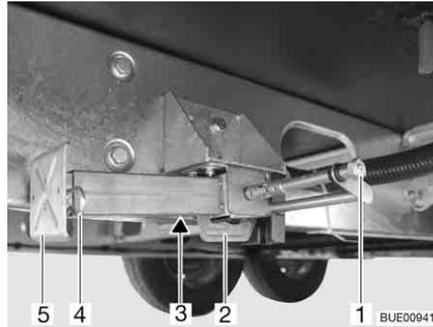

Fig. 34 Apoio de elevação
- Encaixe a chave de caixa na peça sextavada (Fig. 34,1) e gire, até o apoio de elevação ficar verticalmente voltado para baixo.
- Quando o apoio de elevação é de comprimento ajustável, puxe o contrapino (Fig. 34,4) para fora da peça de prolongamento do pé de apoio (Fig. 34,5).
- Encaixe a chave de caixa na peça sextavada (Fig. 34,1) e gire, até o apoio de elevação deixar de estar apoiado no chão.
- Empurre completamente para dentro a peça de prolongamento do pé de apoio (Fig. 34,5) e encaixe o contrapino (Fig. 34,4) no orifício previsto para ele na peça de prolongamento do pé de apoio.
- Gire a peça sextavada (Fig. 34,1) até o apoio de elevação se ter deslocado para cima e o guia (Fig. 34,2) ficar completamente encostado no fim da ranhura (Fig. 34,3).